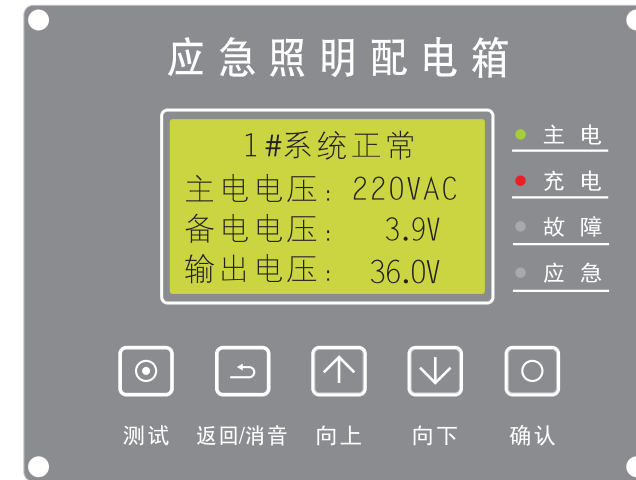

图5
(1)、系统正常：在主屏时，第一行显示设备当前地址与工作状态，下面显示各项电压参数。显示屏右侧状态指示灯显示当前电源及系统状态，如图5所示。
(6)、系统应急：当AC220V主电源停电后，设备进入应急状态，显示屏显示【N#系统应急】应急指示灯点亮（如图11）；当主电恢复后，系统自动恢复至正常状态，同时电池自动进行充电，如图5所示。